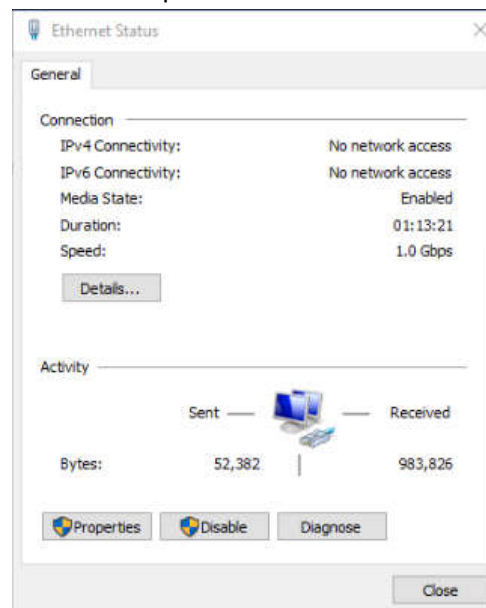

图 A-4. 打开显示以太网连接的属性选项卡
4. 此时会显示如图 A-4 所示的窗口。点击“Properties”按钮。